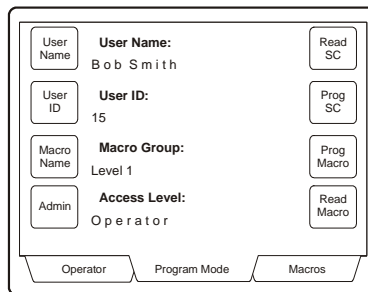

Figure 4.5 : lecture d'une carte à puce
3. Le message « Please Replace Smart Card » (Insérer la carte à puce) s'affiche sur l'écran du clavier. Insérez la carte à puce qui doit être lue. Le message affiché à l'écran change pour indiquer les détails de la nouvelle carte à puce—figure 4.5.